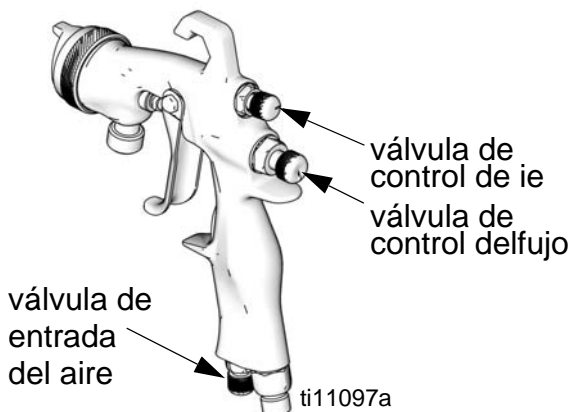

FIG. 3
2. Para conseguir un chorro de abanico, abra la válvula de ajuste del chorro girándola completamente en sentido contrario a las agujas del reloj. Ver la FIG. 3.
3. Para crear un chorro redondo, desconecte el aire del chorro girando la perilla de ajuste completamente en el sentido de las agujas del reloj. Ver la FIG. 3.